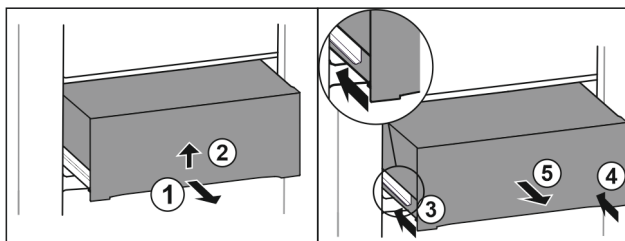

Fig. 41
- Zásuvku napůl vytáhněte. Fig. 41 (1)
- Zvedněte zásuvku na spodní straně. Fig. 41 (2)
- Zasuňte levou kolejničku. Fig. 41 (3)
- Zasuňte pravou kolejničku. Fig. 41 (4)
- Vyjměte zásuvku dopředu. Fig. 41 (5)